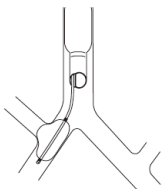

Fig.9
3. Per la toracotomia destra, posizionare e gonfiare la cuffia del bloccatore in modo da erniarla leggermente nel bronco lobare superiore. Questo aiuterà a fissare la cuffia del bloccatore in posizione e bloccare in modo sicuro il bronco principale destro (Fig. 9).